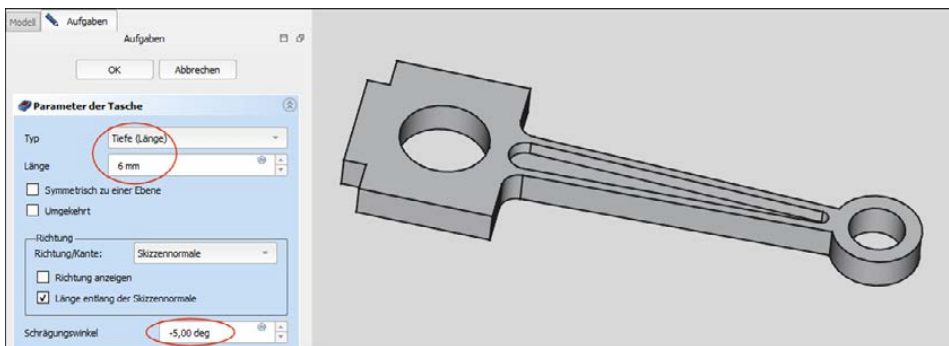

Abbildung 5.21: Aushöhlen einer Vertiefung
3. Die Parameter sind die gleichen wie bei dem Werkzeug *Aufpolsterung* im Abschnitt 5.1.1. Tragen Sie die Werte wie in Abbildung 5.21 im Register *Aufgaben* ein, *Länge* 5 mm und *Schrägungswinkel* -5° , und klicken Sie auf *OK*. Die Vertiefung ist fertig.